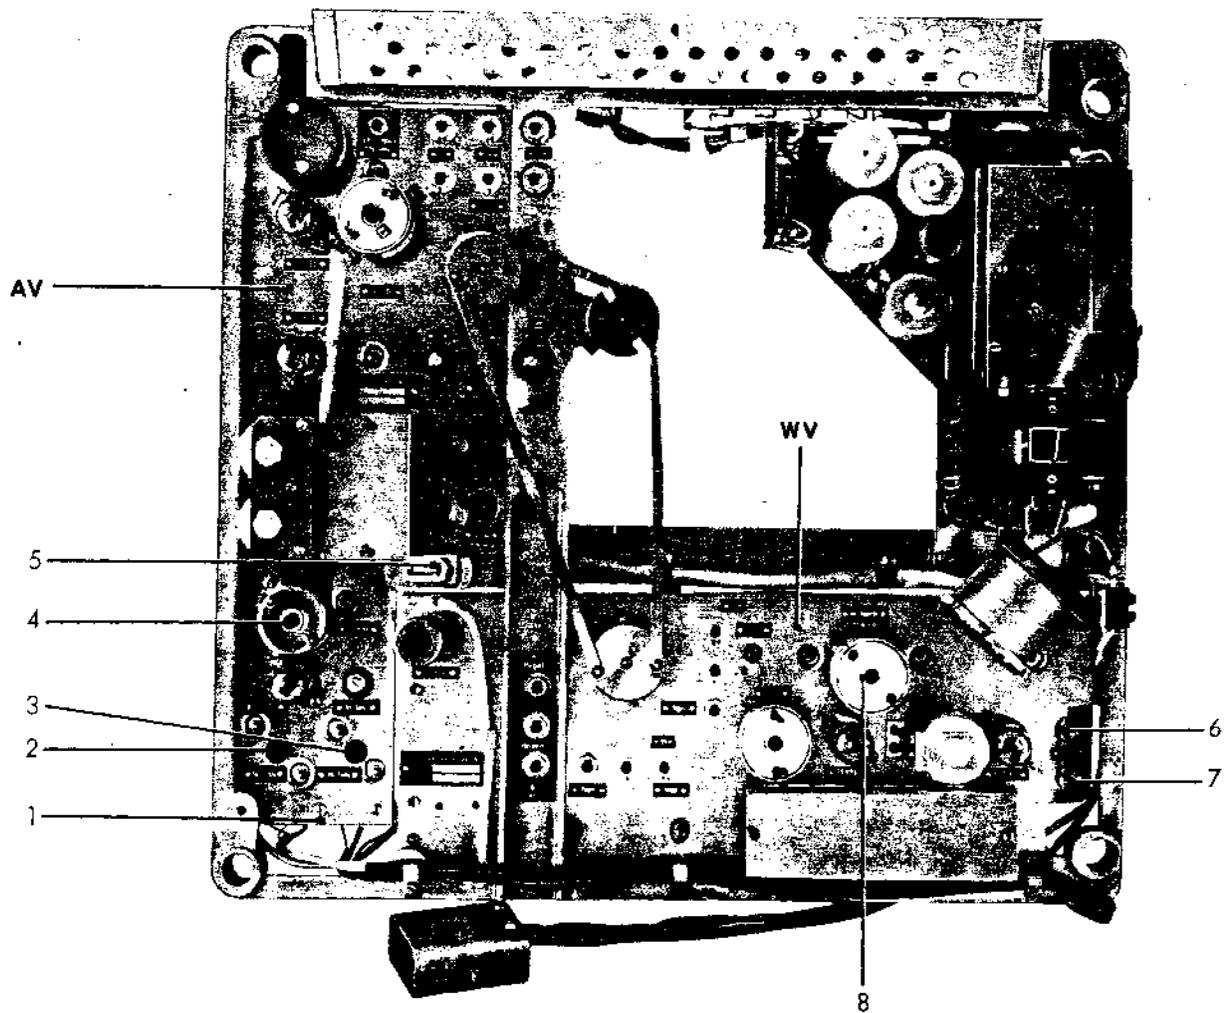

Bild 3: Messungen an Aufsprech- u. Wiedergabeverstärker
Die Meßgeräte: J 77, oder Röhrenvoltmeter, werden wegen der erforderlichen Vorverstärkung von 40 dB am Ausgang eines Spannungsverstärkers, z. B. V 76 betrieben. Es ist zu beachten, daß mit dem J 77 nach DIN 45 510 gemessen wird. Abgleich der Heizsymmetrie für den AV siehe Bild 3, Pos. 5, Schaltbildzeichen: 74.
Vor dieser Messung muß der **Aufsprecherverstärker (AV)** in dem bis zu diesem Abschnitt beschriebenen Umfang eingemessen sein. Der Abgleich des Minimums wird am 80 KHz-Sperrkreis, Bild 3, Pos. 8, (Schaltbildzeichen 156) vorgenommen.